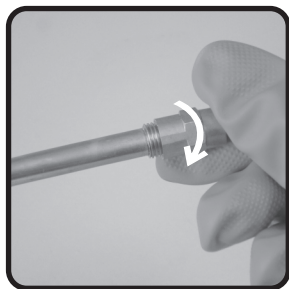

fig. 04
1. Retirar o bico girando no sentido anti-horário, conforme fig. 04.